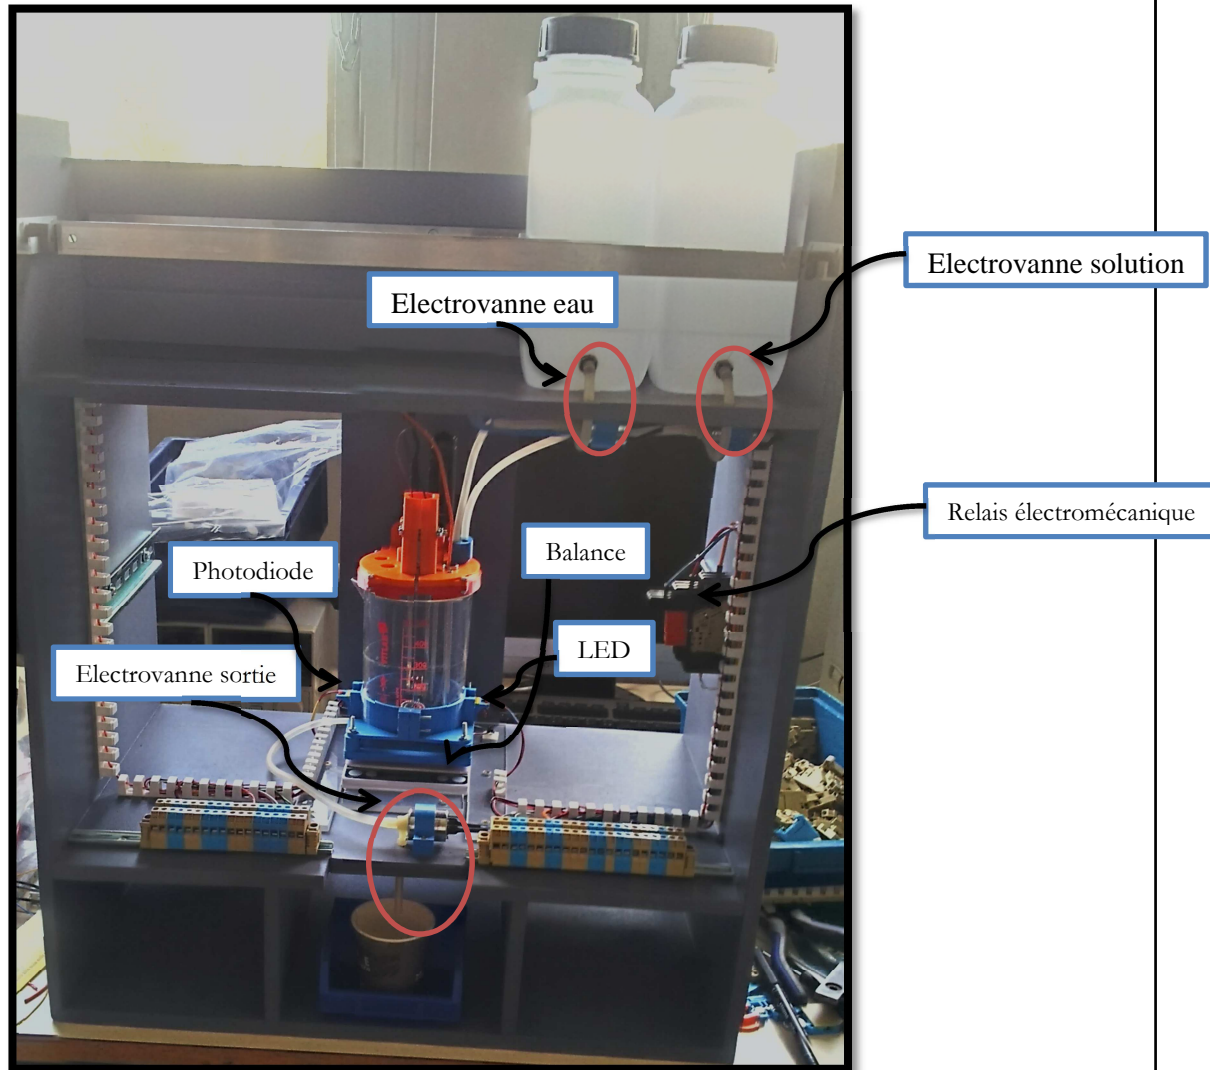

Figure 1 : Maquette « Robot dosseur »
Pour réaliser le robot doseur, vous allez utiliser un prototype de mesure **Figure1** (développé à CPE). Il est principalement constitué d'un bécher, et d'un couvercle sur lequel sont fixés plusieurs capteurs et actionneurs.
- Vous allez aussi utiliser d'autres composants, qui sont liés à la maquette (Figure1) et communs à toute la promotion, chaque maquette contient :